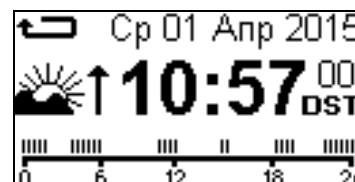

Рисунок 6.1 – Главный экран таймера
Примечание – для просмотра событий необходимо находиться на главном экране таймера рисунок 6.1.
- Если во время проверки ошибок не обнаружено, на дисплее таймера в течение 2 секунд отобразится надпись **Настройка в порядке**, и таймер вернется на главный экран (рисунок 6.1);